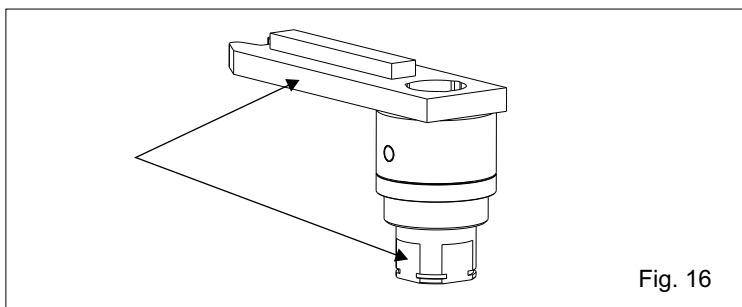

Fig. 16
N.B.: Il est conseillé de souder la manivelle avec l'arbre manivelle après avoir installé le Compact, pour bénéficier de toute la course disponible et du point de début du ralentissement désiré (version avec ralentissement hydraulique). Avant de souder faire attention à faire coïncider un des niveaux de l'arbre manivelle avec un côté de la manivelle (voir fig.16 et 17) pour garantir le maximum angle avec du kit stops mécaniques.